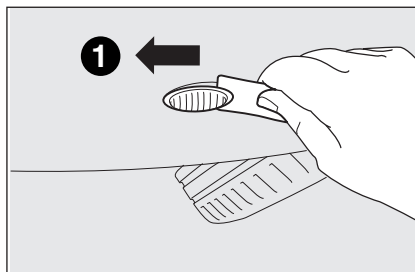

fig. 16a
- fare leva sul trasparente agendo inizialmente dalla parte anteriore verso la parte posteriore (**1**-fig. 16a);